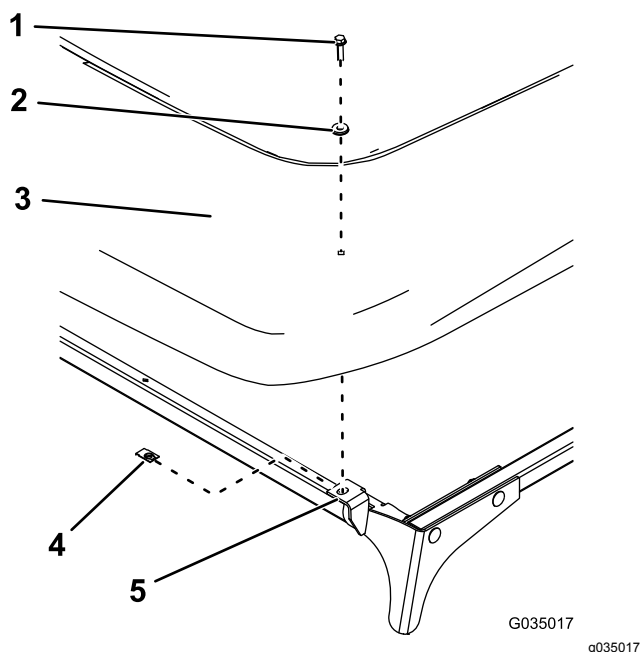

Figura 15
17. Instale o toldo nas placas dianteiras utilizando dois cliques, duas anilhas vedantes e dois parafusos flangeados hexagonais ($\frac{1}{4}$ pol. x 1 pol.), como se mostra na Figura 15.